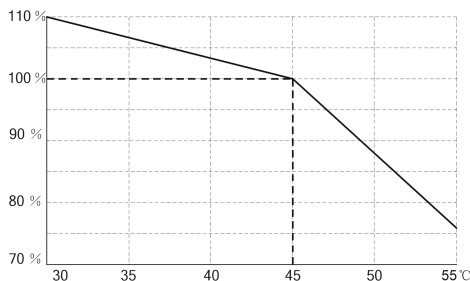
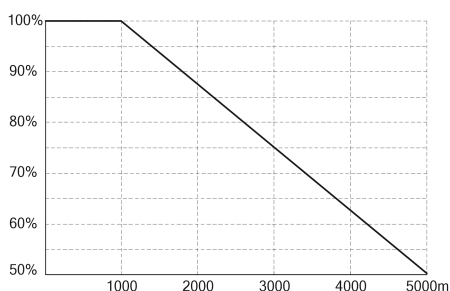

图 1-1 输出电流与环境温度的关系
图 1-2 输出电流与海拔高度的关系
- (1) 不要安装在多导电尘埃、金属粉末、腐蚀性、爆炸性气体的场所，振动小于 0.5G；
- (2) 温度：-10~45℃，由于环境温度变高造成控制器散热效果变差，有必要降额使用，额定电流与环境温度关系如图 1-1 所示；
- (3) 湿度：20%~90%RH，无水珠凝结；
- (4) 海拔：在海拔超过 1000 米的地区，由于空气稀薄造成控制器散热效果变差，按 GB/T3859.1-2013 标准要求有必要降额使用，额定电流与海拔高度的关系如图 1-2 所示。